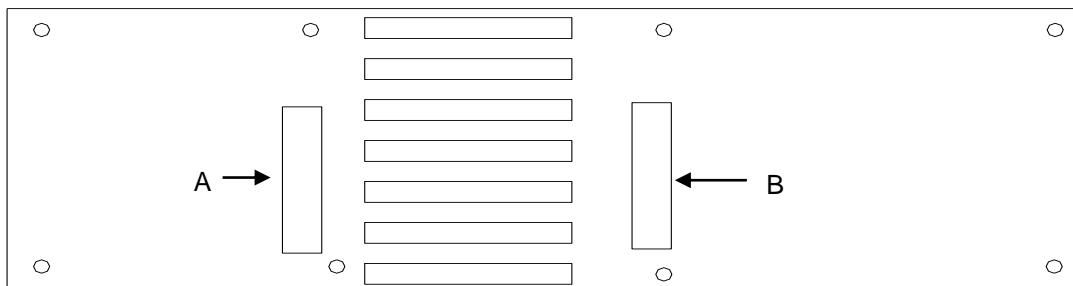

Рис. 5.2. Подключение сигнальных кабелей к блоку управления
5. Подключите сигнальные кабели А и В к соответствующим разъемам на плате блока управления к стойкам (Рис. 5.2). Сигнальный кабель А относится к левой стойке, сигнальный кабель В – к правой.